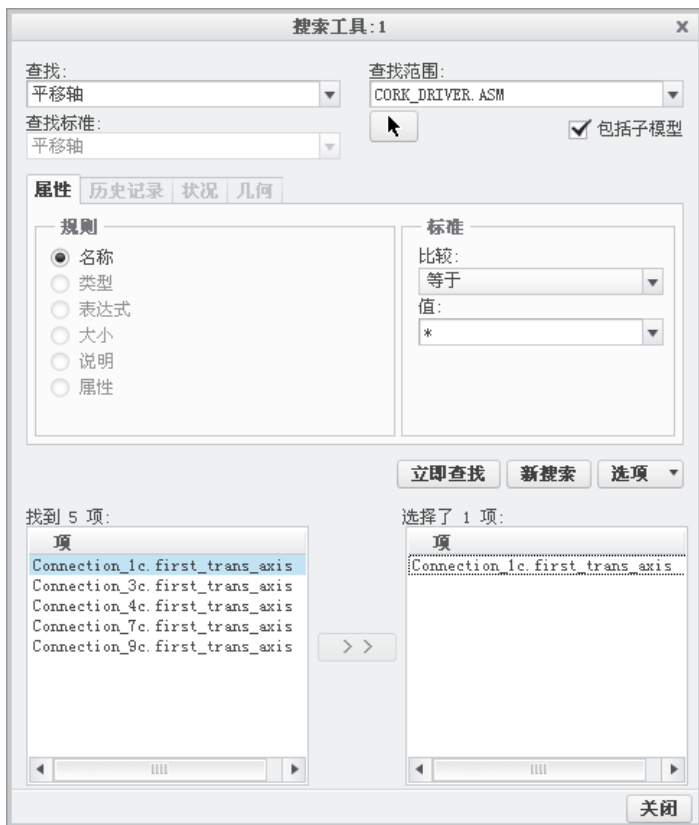

图 9.5.69 “搜索工具”对话框
(1) 查找并选取运动轴。单击 **工具** 功能选项卡 **调查** 区域中的“查找”按钮 , 系统弹出图 9.5.69 所示的“搜索工具”对话框; 在“查找”列表中选择“平移轴”, 在“查找范围”列表中选择 CORK_DRIVER.ASM 装配, 然后单击 **立即查找** 按钮; 在结果列表中选择运动轴 Connection_1c.first_trans_axis_, 并单击 **>>** 按钮将其加入选定栏中, 最后单击 **关闭** 按钮, 关闭对话框。